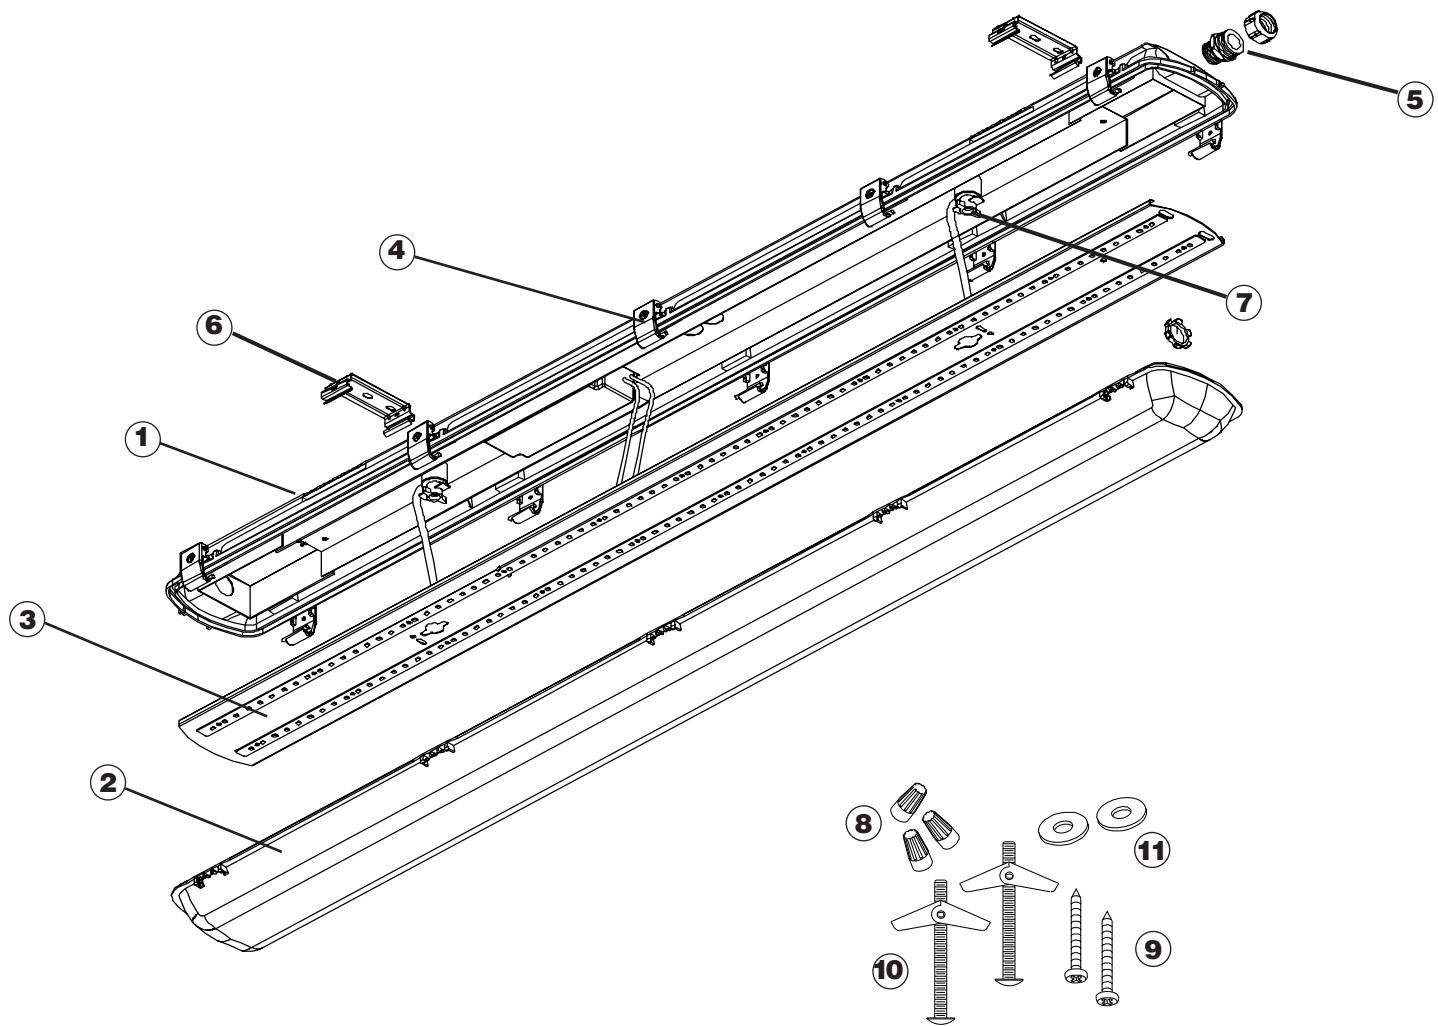

Fig. 1
1. Unlatch Diffuser (2) and open. Note: two latches on one side remain captive to Diffuser.
2. Open Wireway cover (3) by rotating Cover Latches (7). Remove fixture components and parts pack(s). Check that all parts are included. **See Fig.1 on page 3**
1. Détacher le diffuseur (2) et ouvrir. Remarque : deux loquets d'un côté demeurent attachés au diffuseur.
2. Ouvrir le couvercle de la goulotte guide-fils (3) en tournant les loquets du couvercle (7). Retirer l'emballage des composants et des pièces du luminaire. Vérifier que toutes les pièces sont comprises - Voir Fig.1 sur page 3